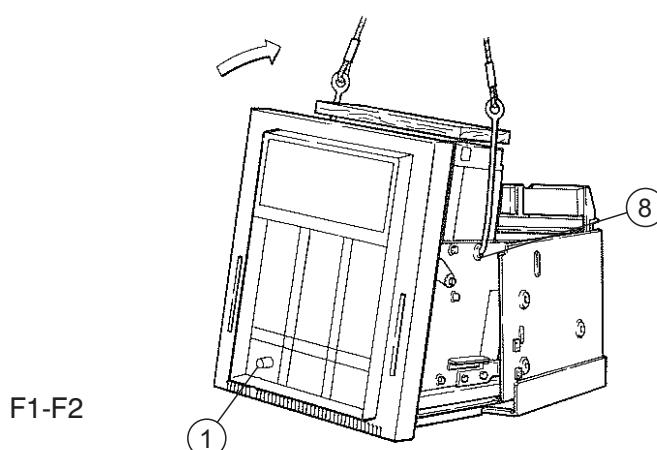

Fig. 4
Sollevare la parte mobile come indicato premere il pulsante di sblocco (1) e inserirla nelle guide della parte fissa inclinandola come indicato in fig.4/5.
Lift up the moving part as indicated, press the release push-button (1) and fit it into the guides of the fixed part, tilting it as shown in figure 4/5.
Das bewegliche Teil wie gezeigt anheben und den Entriegelung-Drucktaster (1) drücken. Das bewegliche Teil in die Führungen des festen Teils gleiten lassen und wie in Abb. 4/5 gezeigt schrägstellen.
Soulever la partie mobile comme indiqué et appuyer sur le bouton-poussoir de déblocage (1); introduire la partie mobile dans la partie fixe en l'inclinant comme indiqué dans la fig. 4/5. Les disjoncteurs doivent être soulevés de préférence avec un chariot élévateur approprié. Il est toutefois consenti d'utiliser des câbles qui doivent être accrochés aux axes (8); Interposer une cale en bois ou autre matériau rigide pour protéger les boîtes de soufflage et soulever le disjoncteur.
Elevar la parte móvil como se ha indicado, apretar el pulsador de desbloqueo (1) e introducirla en las guías de la parte fija, inclinándola como se indica en la fig. 4/5.